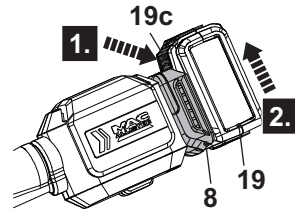

Fig. 11
2. Appuyez sur le bouton de déverrouillage (19c) et retirez le bloc-batterie (19) du port de connexion de la batterie (8) (Fig. 11).